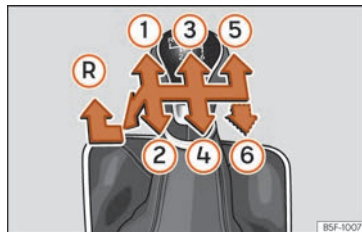

Abb. 89 Schaltschema bei einem 5-Gang bzw. 6-Gang Schaltgetriebe
Auf dem Schalthebel sind die Positionen der einzelnen Fahrgänge dargestellt **»» (Abb. 89)**.
- Schalthebel in die Neutralstellung bringen und nach unten drücken. Schalthebel ganz nach links und dann nach vorn in die Rückwärtsgangposition schieben **»» (Abb. 89) (R)**.